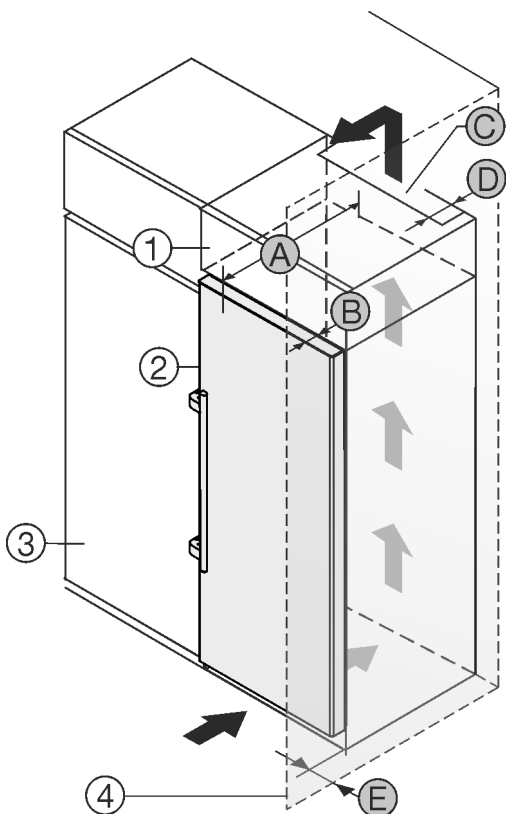

Fig. 2
- (1) Rehausse *
- (2) Appareil *
- (3) Placard de cuisine *
- (4) Mur *
- (A) Profondeur de l'appareil *
- (B) Profondeur de porte *
- (C) Section de ventilation *
- (D) Distance du dos de l'appareil *
- (E) Distance par rapport au côté de l'appareil *
Vous pouvez placer le réfrigérateur directement à côté de l'armoire de cuisine *Fig. 2 (3)*.*
Une sortie d'air avec la profondeur *Fig. 2 (D)* doit être présente au dos de la rehausse sur toute sa largeur.*
La section de ventilation *Fig. 2 (C)* sous plafond doit être respectée.*
Si le réfrigérateur est installé avec les charnières près d'une paroi *Fig. 2 (4)*, la distance entre le réfrigérateur et la paroi doit être d'au moins 57 mm . Cela correspond au dépassement de la poignée lorsque la porte est ouverte.*
Pour pouvoir ouvrir complètement les portes, le réfrigérateur doit dépasser de la profondeur de la porte *Fig. 2 (B)* par rapport à la façade du placard. L'appareil peut déborder encore plus en fonction de la profondeur des placards *Fig. 2 (3)* et de l'utilisation de cales d'épaisseur.*